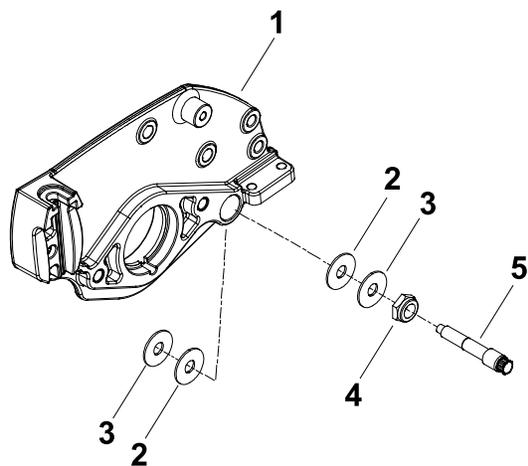

Рисунок 13
7. Наденьте металлическую, а затем пластмассовую шайбу на каждый шарнирный болт неподвижного ножа (Рисунок 13).
8. Расположите металлическую и пластмассовую шайбы между неподвижным ножом и каждой боковой пластиной режущего блока (Рисунок 13).
9. Установите узлы шарнирных болтов неподвижного ножа (Рисунок 13).